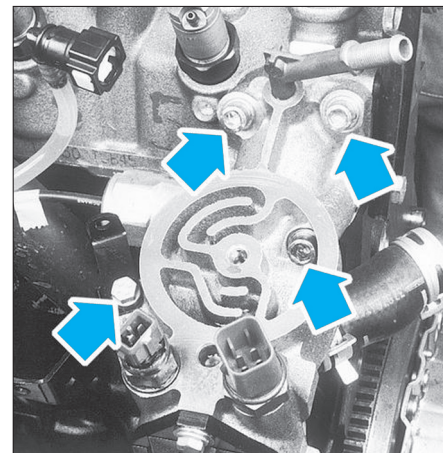

FIG. 42
- Débrancher le connecteur électrique de la sonde de température sur le boîtier thermostatique puis déposer celui-ci (Fig.42).